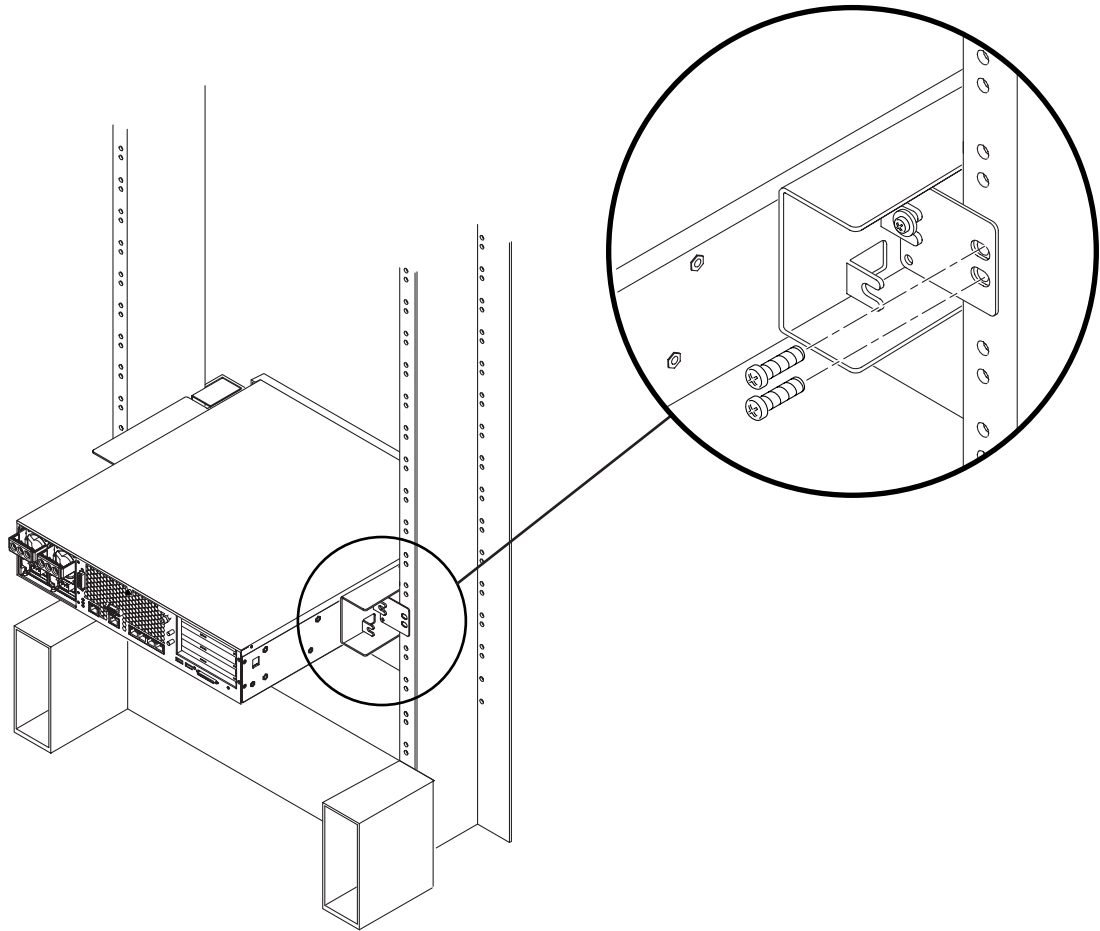

FIGURE 3-29 Fixation de la plaque arrière sur le support latéral
d. À l'aide de deux vis, fixez l'autre face de la plaque arrière à l'arrière de la colonne (FIGURE 3-29).